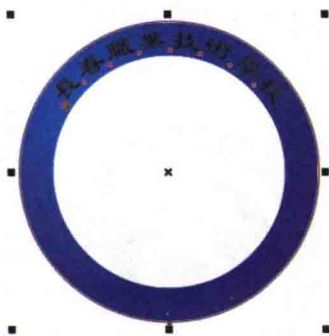

图1-37
STEP 08 在属性栏中, 设置【与路径距离】、【水平偏移】量, 调整文字的位置, 如图1-36所示, 效果如图1-37所示。